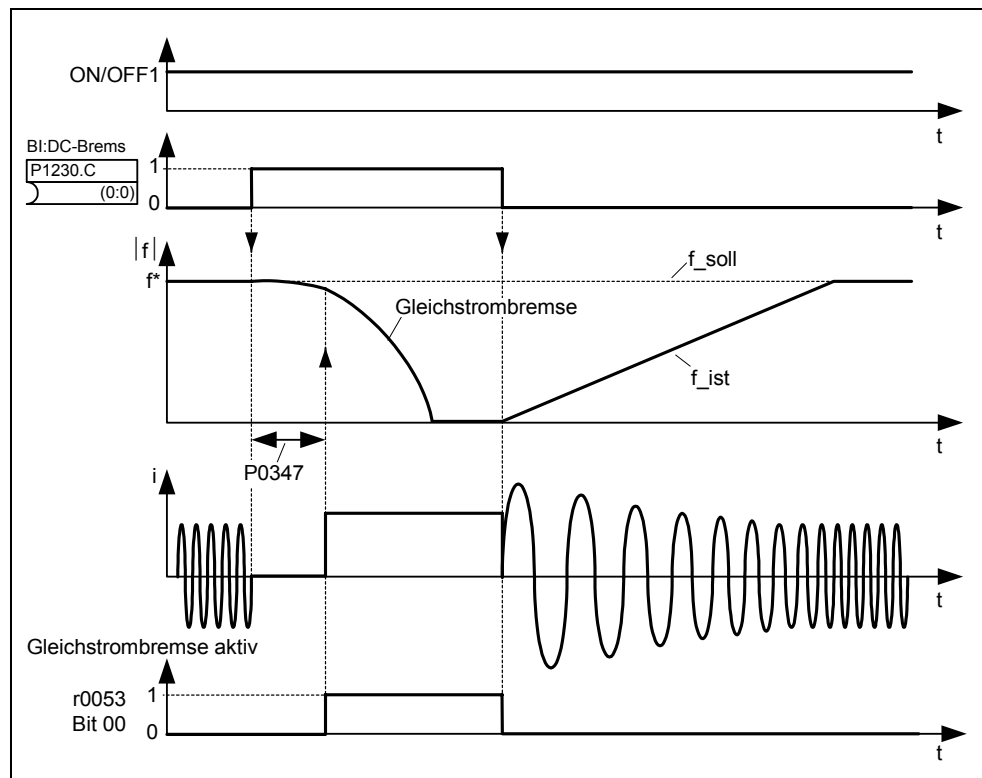

Bild 3-74 DC-Bremse nach externer Anwahl
1. Freigabe und Anwahl über BICO-Parameter P1230 (siehe Bild 3-74)